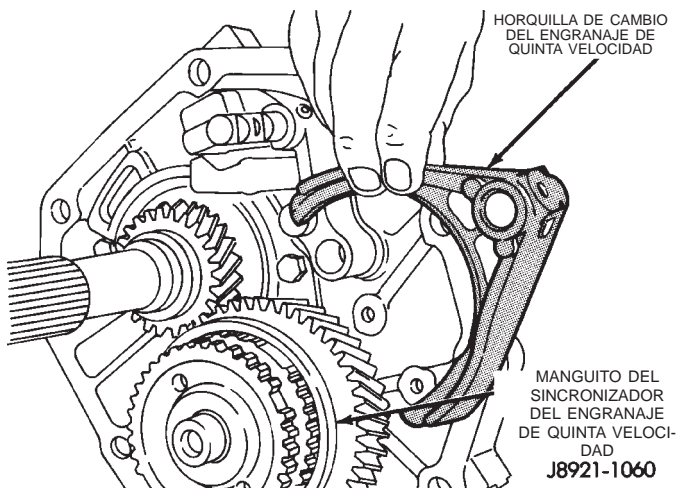

Fig. 102 Instalación de la horquilla de cambio del engranaje de quinta velocidad
(36) Mueva la corredera de cambios de marcha atrás hacia adelante lo máximo posible e instale la horquilla de cambio del engranaje de quinta velocidad en el manguito sincronizador (Fig. 102).